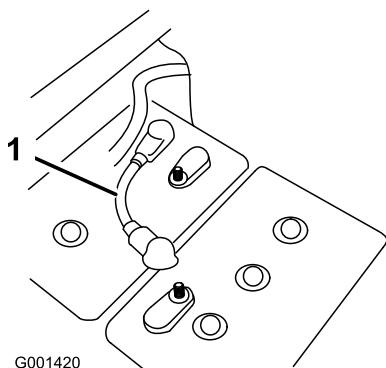

図 2
4. バッテリー同士を接続している短いケーブルのうちの 1 本を外して車両への電源供給を遮断する(図 2)。